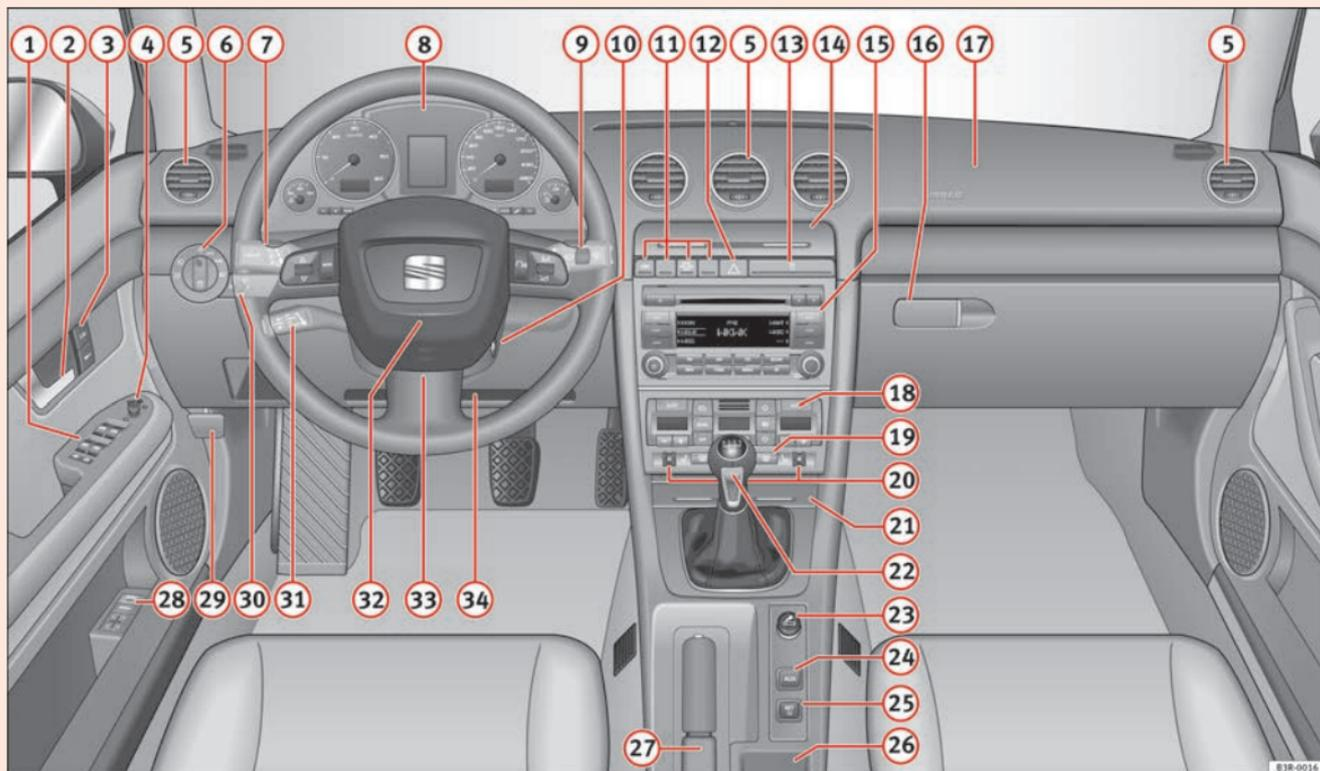

Abb. 36 Einige der gezeigten Instrumente oder Anzeigefelder gehören nur zu bestimmten Modellausführungen oder sind Mehrausstattungen.
• Bei Fahrzeugen mit Rechtslenkung* weicht die Anordnung der Bedienelemente zum Teil von der in \Rightarrow Seite 60, Abb. 36 gezeigten Anordnung ab. Die Symbole, die die Bedienelemente markieren, sind jedoch gleich. ■